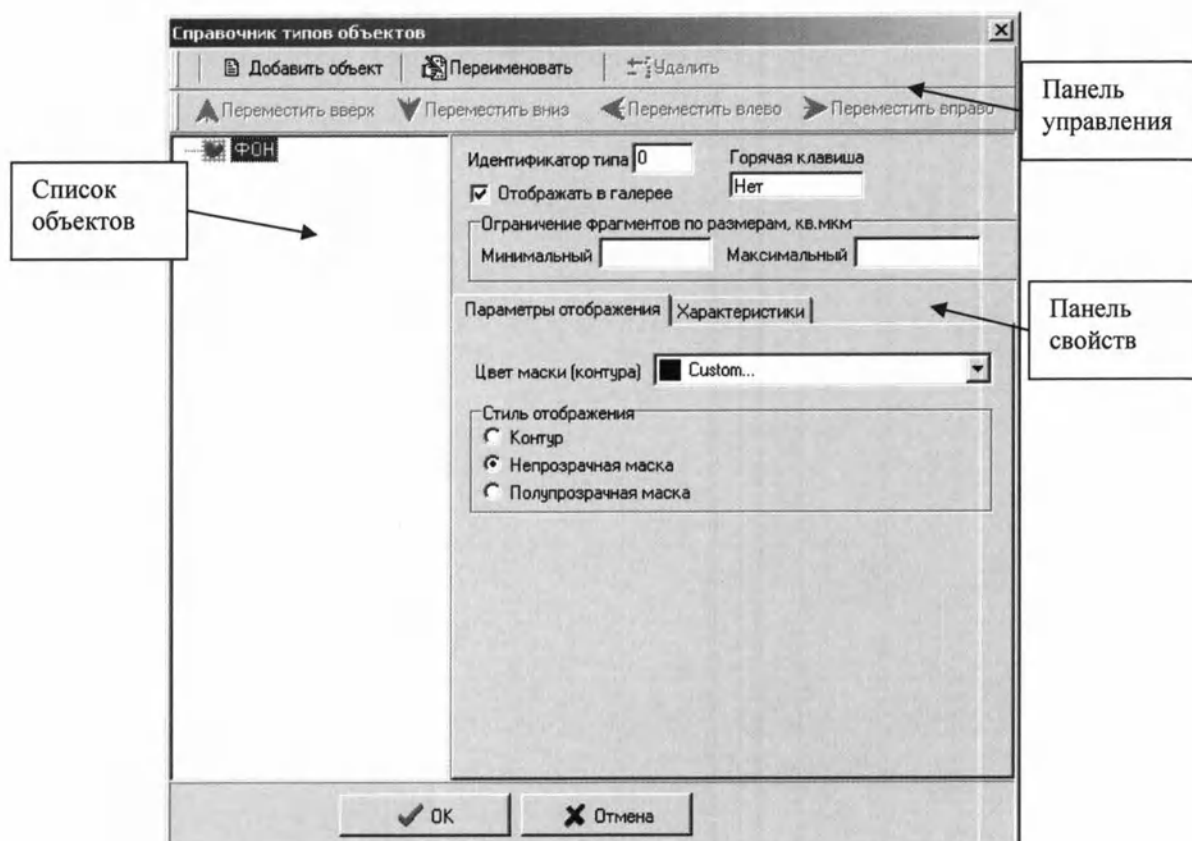

Рисунок 6. Окно настройки справочника типов объектов
4. Нажмите кнопку  «Специальная настройка». Появляется окно настройки справочника типов объектов (Рисунок 6)